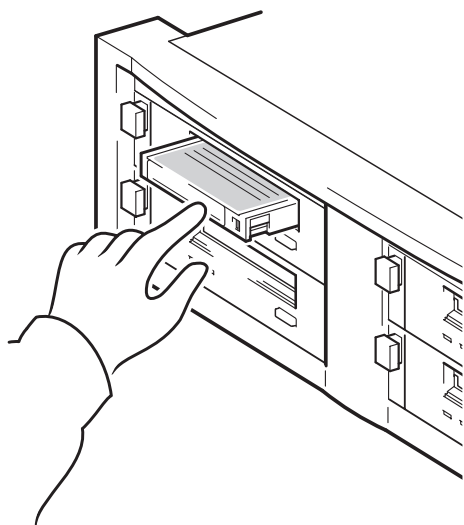

Figura 10a: hp obdr, paso 1
- 1 Inserte el cartucho de arranque más reciente en la unidad de cinta que ha asignado a HP OBDR (véase la figura 10a). El cartucho deberá ser escrito por una aplicación de copia de respaldo que escriba datos en cinta en formato de CD-ROM.